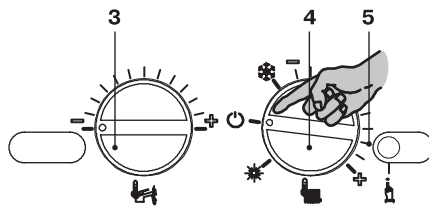

Рисунок 9.14
- Чтобы выйти из режима программирования, установите переключатель 4 так, как показано на рисунке (Рисунок 9.14).